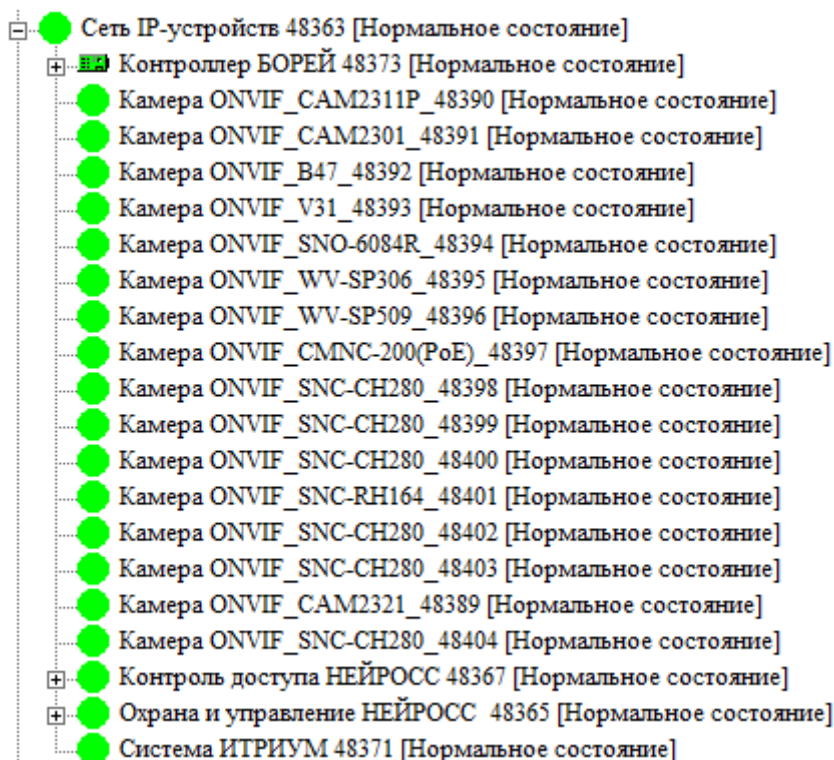

Рисунок 10.88 — Сеть IP-устройств. Дерево элементов с ONVIF-устройствами
- По умолчанию задан не строгий режим фильтрации доменов. Это означает, что принимаются извещения от устройств, не имеющих домены (например, ONVIF-камер) и устройства «видны» в системе безопасности (рисунок 10.88). Если принимать извещения от таких устройств не требуется, необходимо в окне частных свойств элемента **Служба НЕЙРОСС** установить флаг в поле **Строгий режим фильтрации доменов**, сохранить параметры и перезапустить службу.